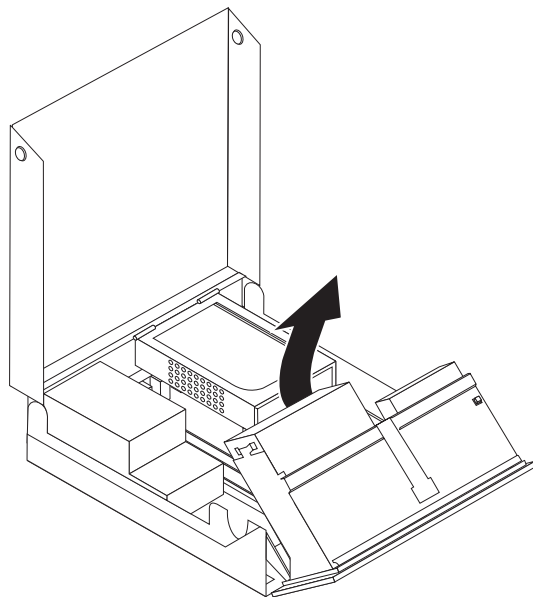

図 9. ドライブ・ベイの旋回
2. ケーブル接続へアクセスするためにドライブ・ベイを上方へ旋回し、ドライブからドライブ・ケーブルを取り外します。図 9 を参照してください。